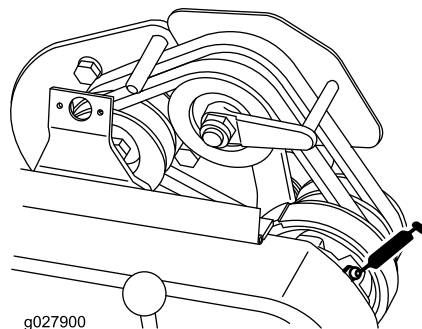

Figura 21
- 1 no rolamento do eixo da tomada de força (Figura 21).